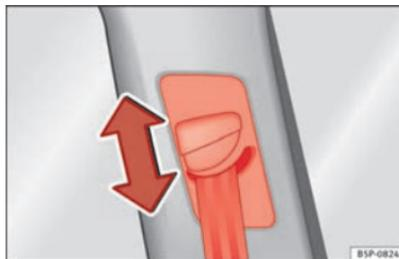

Fig. 15 Emplacement de montage du dispositif de réglage en hauteur des ceintures.
- Appuyez sur le haut de la ferrure d'inversion et maintenez celle-ci dans cette position ⇒ fig. 15.